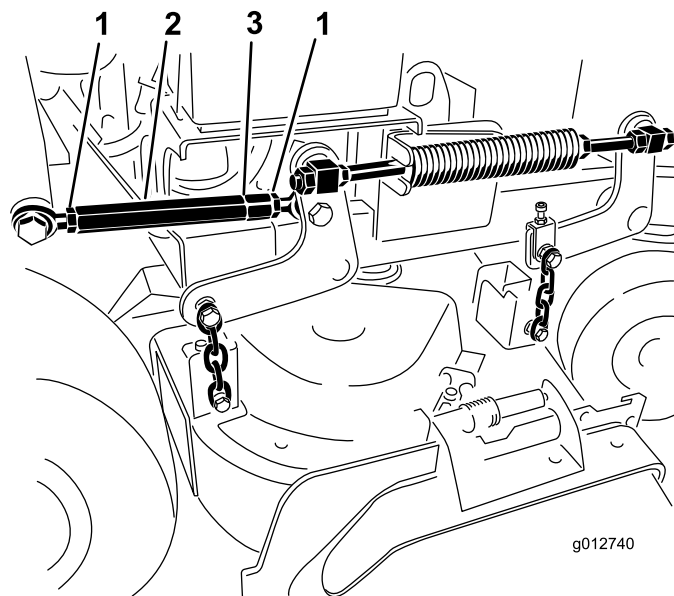

Bild 88
7. Lösen Sie die Klemmmuttern an beiden Seiten der Spannschraube (Bild 88).
Hinweis: Das Ende der Spannschraube mit der Rille hat ein Linksgewinde (Bild 88).